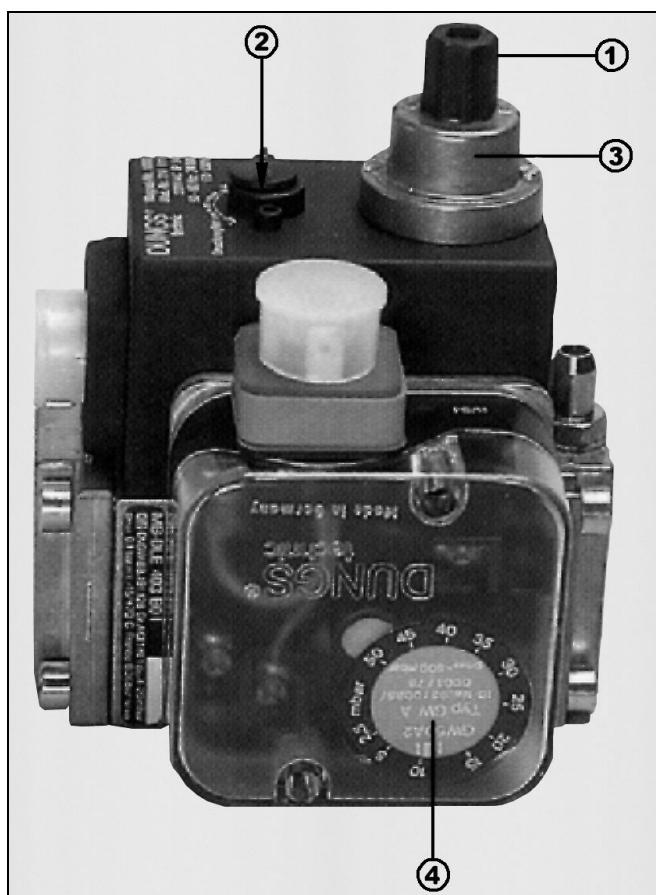

Рис. 5: Газовая арматура одноступенчатая
1. Закрыть шаровой кран, открыть измерительные штуцеры P_e и P_a (см. Рис. 5).
Необходимо соблюдать следующие требования при установке объема газа на газовой арматуре (см. Рис. 5):
Необходимо соблюдать следующие требования при установке объёма газа на газовой арматуре (см. Рис. 5):
- 2. Магнитный клапан Класс А, медленное открытие, быстрое закрытие, с возможностью настройки пускового и основного количества газа (Газовая арматура одноступенчатая, Рис. 5)